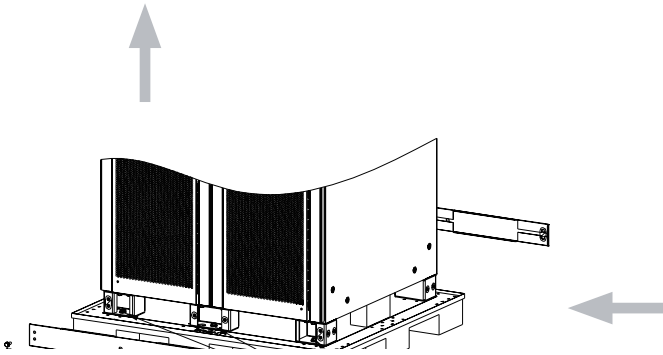

图4-4: 拆除固定螺钉
4. 拆除底部前后地脚挡板并保存好，拆除地脚螺丝，再把地脚挡板装回（图 4-4）；